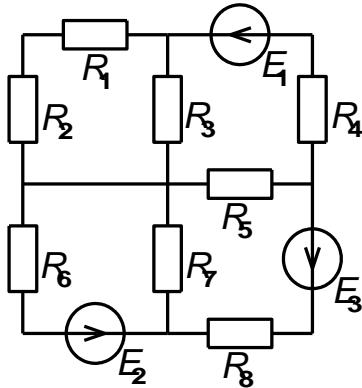

Рис. 2.
**Задача 2.** Для схемы, приведённой на рис. 2, определить число ветвей, узлов и число независимых контуров; записать систему с соответствующим количеством уравнений для расчёта цепи методом контурных токов; записать выражения взаимосвязи токов ветвей с контурными токами.